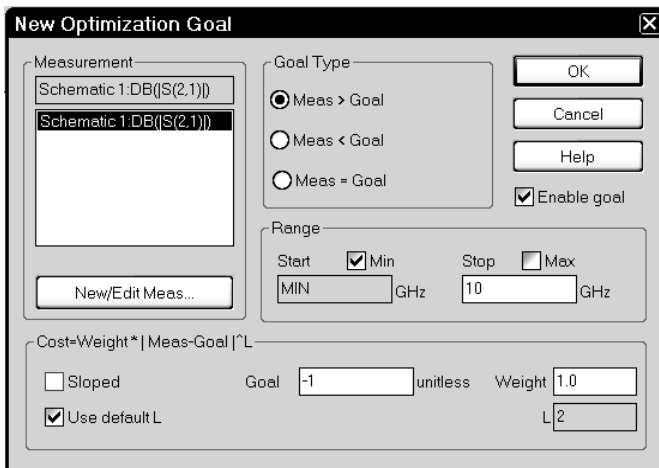

Рис. 1.18
- Сначала введём цель в полосе пропускания. Щёлкните правой кнопкой мышки по группе **Optimizer Goals** (Цели оптимизации) на вкладке **Proj** в левом окне проекта. В открывшемся меню выберите **Add Opt Goal**. Откроется диалоговое окно **New Optimization Goal** (рис. 1.18).
Установленные ошибочно цели можно изменить. Для этого щёлкните правой кнопкой мышки по имени цели в левом окне проекта и выберите **Properties**. Откроется диалоговое окно, аналогичное рис. 1.18, в котором можно изменить установки цели.